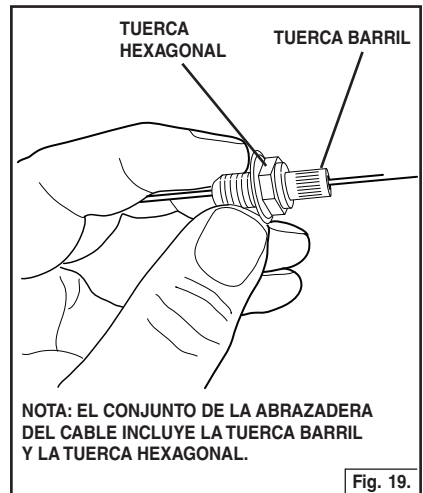

Fig. 19.
2. Pase los cables de seguridad por los brazos de soporte e introdúzcalos en los soportes de cables como se muestra en la Fig. 19. Repita el procedimiento para cada unidad motriz.
- C. Presione el conjunto de la abrazadera hasta la parte superior de la campana mientras presiona la tuerca barril hacia abajo. Fig. 19.